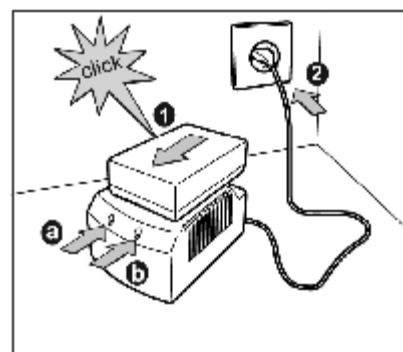

Fig. 1
- Recarregue a bateria, como na Fig. 1.